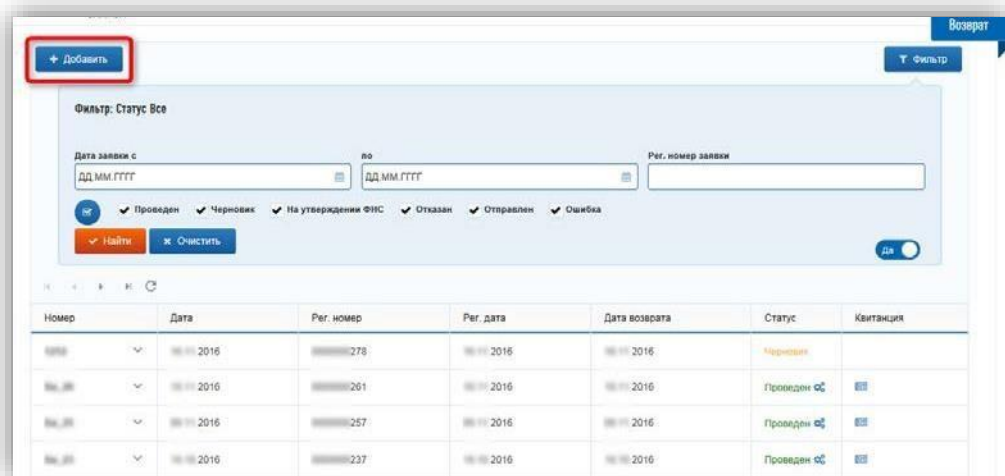

Рисунок 123 – Создание нового документа
- На открывшейся странице нажмите кнопку «Добавить» (рис. 123).